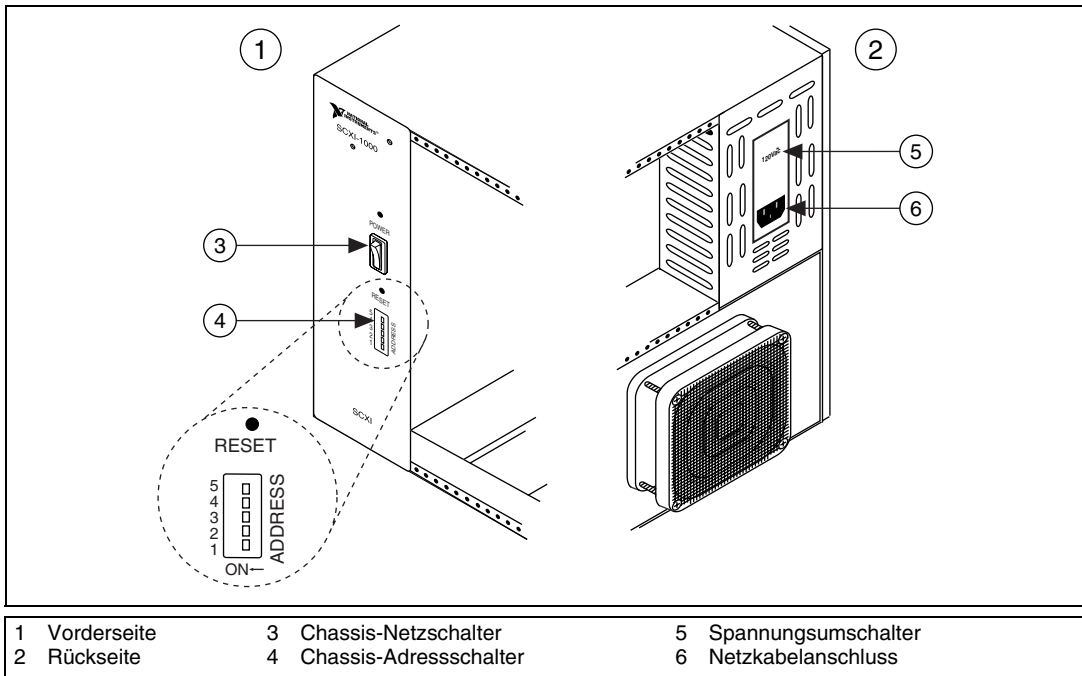

Abbildung 3. Aufbau eines SCXI-Chassis
- Setzen Sie die Chassis-Adressschalter – sofern vorhanden – auf OFF. In Abbildung 3 befinden sich alle Schalter in OFF-Stellung.